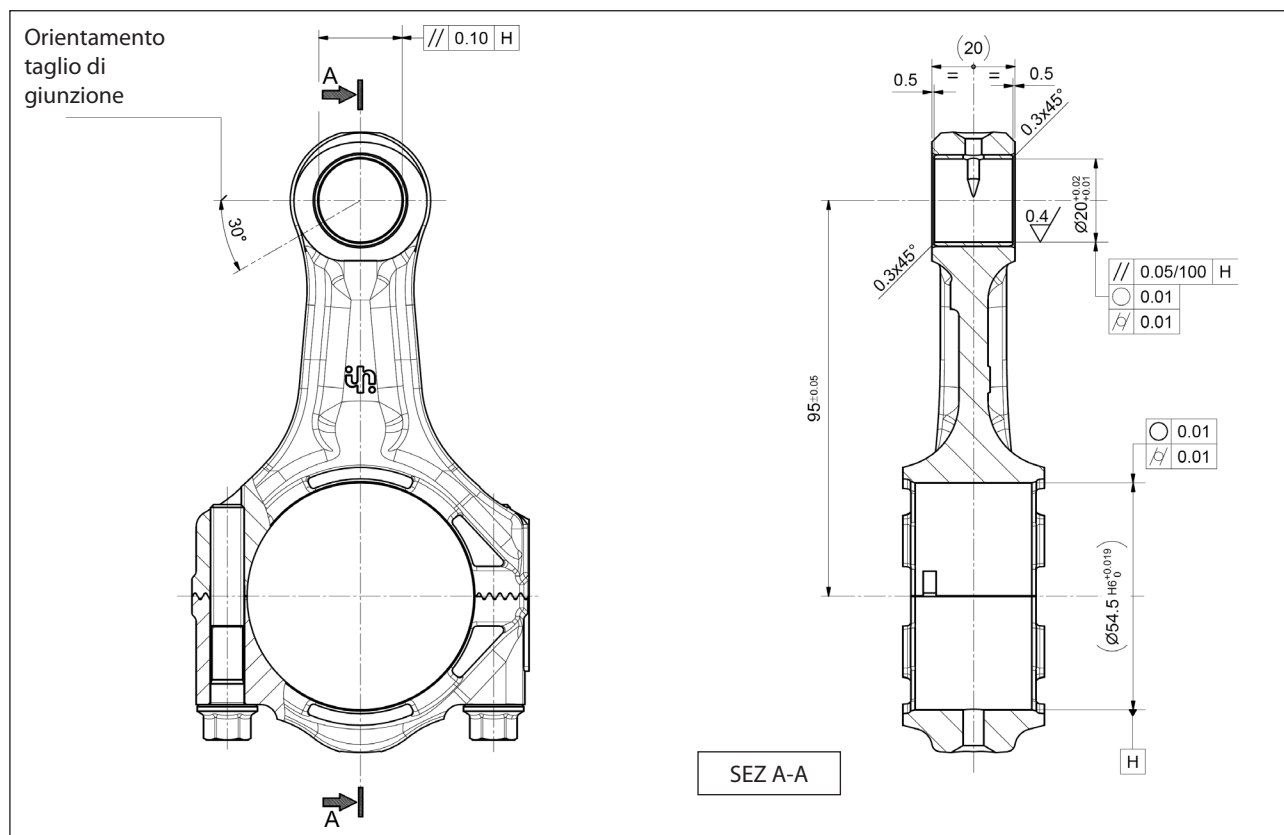

Fig. 69
- il taglio di giunzione venga orientato come indicato in Fig. 69.
Eeguire successivamente le lavorazioni meccaniche rispettando tassativamente dimensioni e tolleranze riportate in Fig. 69.